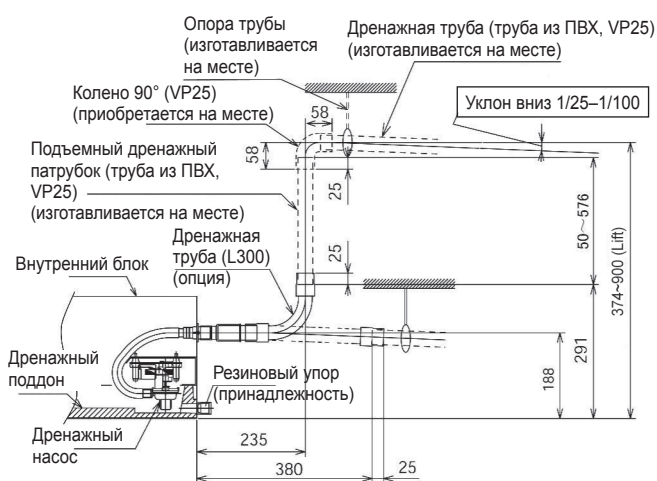

Рисунок 6.1. Дренажная труба
- (1) Место соединения дренажной трубы показано на рис. 6.1.
- (2) Используйте трубу из ПВХ наружным диаметром 32 мм.
- (3) Прикрепите трубу из ПВХ к дренажной трубе с помощью клея и поставляемого заводом-изготовителем хомута. Дренажная труба должна иметь уклон вниз 1/25–1/100.
- (4) После выполнения соединений дренажной трубы теплоизолируйте ее.